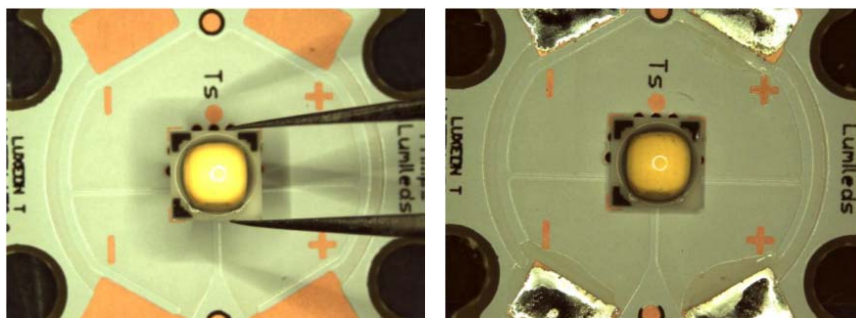

图15. 将LUXEON发光二极管手动安装到PCB板上（左）；在大多数情况下，回流时的自对准功能会提升手工安装LUXEON发光二极管的平均安装速度（右）。
5. 用正确的封装方向来定位LUXEON发光二极管，封装与板上基准点对准，如图15所示，位置正好在锡膏的上方。
7. 利用回流工艺，将LUXEON发光二极管焊接至PCB板上。在大多数情况下，回流焊时锡膏的表面张力将与器件保持一致（图15）。